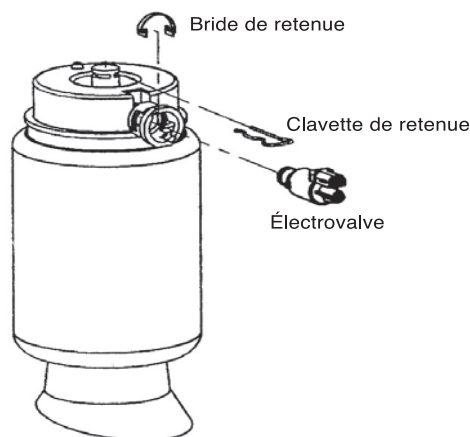

FIG 1
11. (FIG. 1) Déconnecter le connecteur électrique au sommet du ressort. La canalisation d'air est enlevée en poussant sur la petite bague extérieure colorée et en tirant sur la canalisation en même temps. Pour purger l'air des ressorts pneumatiques, enlever la bride de l'électrovalve et tourner les électrovalves dans le sens anti-horaire jusqu'à la première butée. Ceci permettra à l'air dans le ressort et dans le système de s'échapper lentement. (Consulter le manuel du propriétaire Ford au besoin.)
12. (FIG. 1) Faire pivoter l'électrovalve à la seconde butée et l'air s'échappera rapidement. Tout l'air doit être purgé du système avant d'enlever l'électrovalve. Faire pivoter l'électrovalve à la troisième butée. L'électrovalve peut ensuite être enlevée du boîtier du ressort pneumatique. La canalisation et le connecteur doivent être placés dans un sac poly et scellés avec du ruban électrique pour empêcher la pénétration d'humidité, pour réutilisation si le système pneumatique doit être réinstallé.